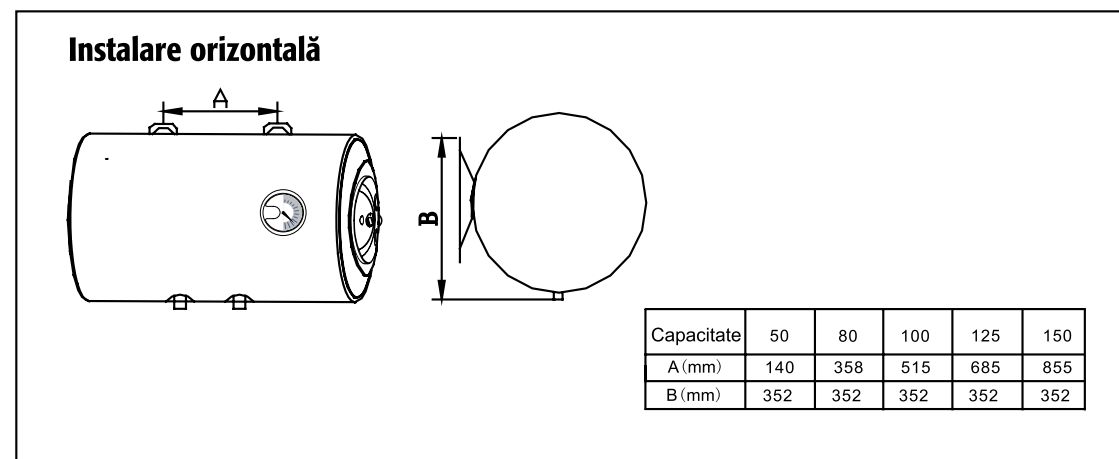

Figura 2
1. Utilizați o mașină de găurit electrică pentru a face două găuri în perete. Distanța dintre cele două găuri trebuie să respecte indicațiile din figura 2.
4. Înălțimea găurilor trebuie stabilită ținând cont de poziția racordurilor hidraulice pe perete, de tipul conductelor hidraulice utilizate și de poziția racordurilor inferioare ale boilerului (a se vedea figura 2).